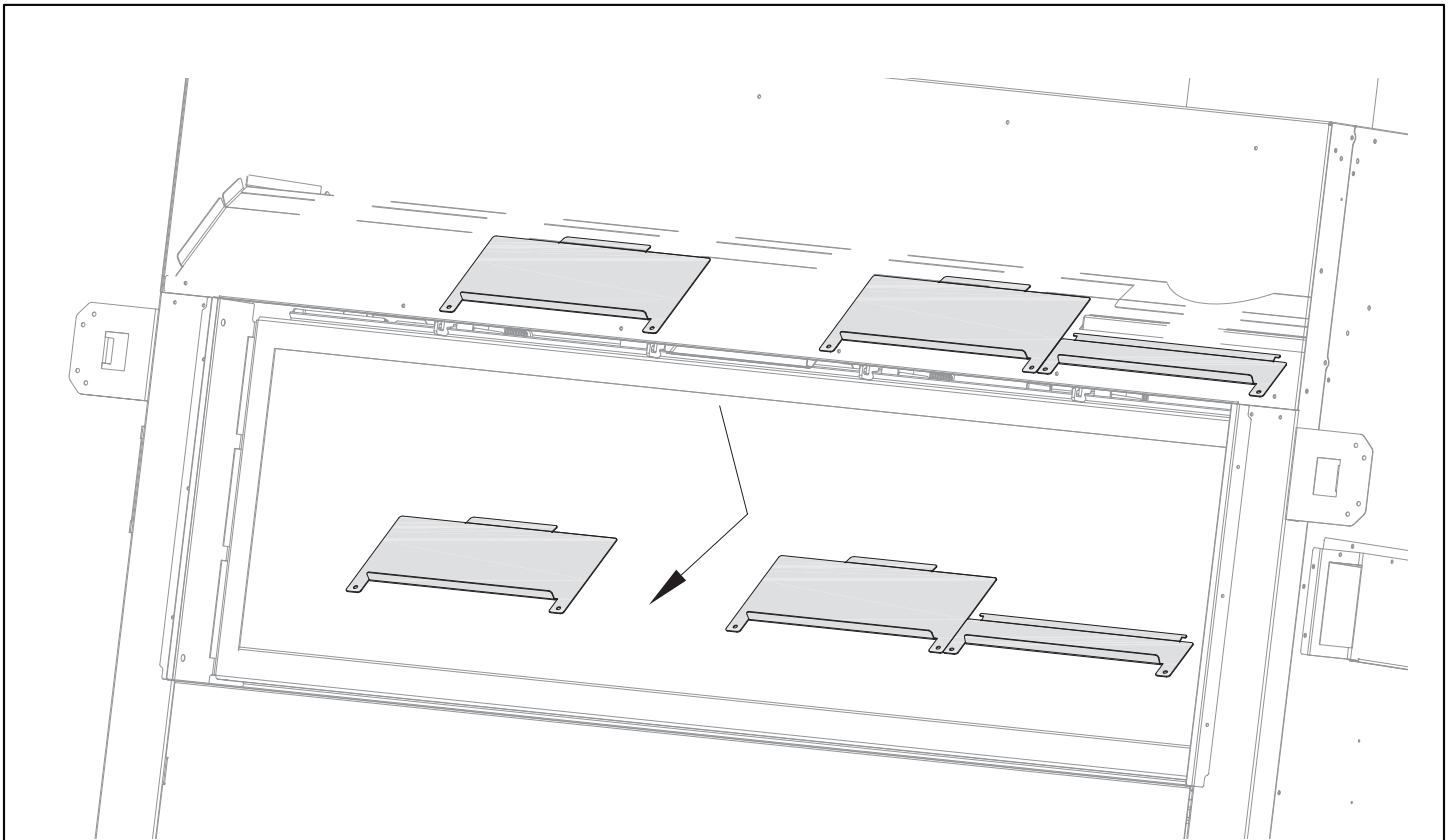

Figure 4.6 - Retrait des déflecteurs de convection
2. Retirez du foyer les (6) déflecteurs de convection. Ces déflecteurs sont fixés chacun par (2) vis, derrière le bord supérieur des deux ouvertures du foyer. Voir la Figure 4.6. Jetez (ou recyclez) ces panneaux car ils ne seront plus nécessaires.